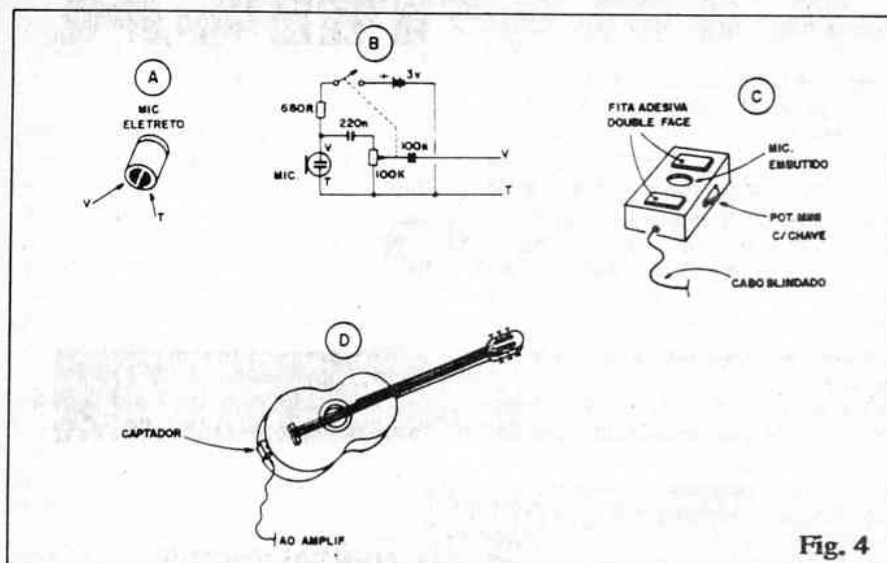

Fig. 4
- **FIG. 4 - CAPTADOR COM ELETRETO, PARA VIOLÕES** - Um violão acústico comum pode ser facil-
- **FIG. 4-A** - O microfone de eletreto. Trata-se de um componente transdutor muito eficiente, sensível e - principalmente - **pequeno**. O importante é identificar-se previamente seus terminais "vivo" (V) e "terra" (T), claramente mostrados na figura.
- **FIG. 4-B** - Esquema do captador com eletreto. Além do microfone, o Leitor/Hobbysta precisará de um resistor de 680R x 1/4 watt, dois capacitores de poliéster: um de 100n e um de 220n, mais um potenciômetro tipo **mini**, com chave (do tipo usado nos radinhos portáteis...). O circuitinho necessita de alimentação, sob corrente muito baixa, sob tensão de 3 volts, que podem ser facilmente obtidos de duas pilhas pequenas, ou mini, palito, botão, etc. (quanto menores forem as pilhas, menor também as dimensões gerais e finais do captador...). Observar, no esqueminha, a identificação dos fios de saída, também com a marcação "V" (para o "vivo") e "T" (para o "terra"), cuja conexão deve ser obrigatoriamente feita com cabo blindado.
- **FIG. 4-C** - Sugestão para a caixinha captadora em seu aspecto final. No centro de uma das faces pode ficar o furo necessário à passagem do som ao microfone. Este deve ser fixado de maneira a ficar "embutido" no dito furo, bem firme. Numa das laterais da caixinha pode ficar uma fresta, dando passagem ao **knob** de atuação de potenciômetro mini. Na mesma face da caixa onde se situa o furo do microfone, devem ser aplicados dois pedaços de fita adesiva dupla-face (pode ser obtida em papelarias). Essa fita adesiva especial, como seu nome indica, "cola" dos dois lados, e seu substrato é um material plástico flexível não muito fino (em torno de 1 mm de espessura). Essas características da fita permitem um conveniente afastamento "físico" da caixa/captadora em relação à superfície de fixação (corpo de violão, conforme veremos adiante), além de gerar um certo "amortecimento" ou isolamento quanto às vibrações transmitidas diretamente, da madeira (do violão) para a caixa captadora.
- **FIG. 4-D** - Fixando o captador ao violão. O posicionamento sugerido, bem na "bundinha" do instrumento, é o mais prático e lógico, ficando o dispositivo em região que não atrapalha os movimentos naturais do músico durante a execução. Graças à fita adesiva dupla-face, a fixação se dá por simples pressão (desejando tirar o captador de lá, basta puxar, cuidadosamente, o conjunto...). O cabo blindado, dotado na sua extremidade livre de necessário plugue, é então ligado ao amplificador. Tanto a alimentação do circuitinho interno do captador, quanto o próprio dimensionamento do volume ou sensibilidade, são feitos a partir do acionamento do **knob** do potenciômetro mini incorporado. A sensibilidade geral é **muito boa** (superior à do CAPTADOR MAGNÉTICO P/GUITARRA, anteriormente descrito), devendo o operador ter certo cuidado nos ajustes de volume e tonalidade (tanto no próprio captador, quando no amplificador acoplado) para evitar a ocorrência de realimentação acústica (microfonia) que se manifesta como um apito agudo, emitido pelos alto-falantes do dito amplificador...